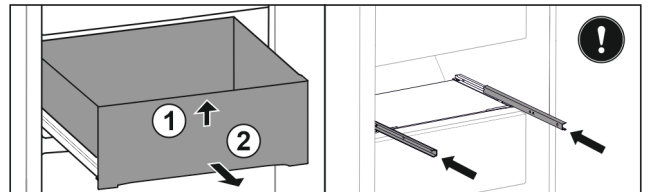

Fig. 53
- ▶ Eleve la parte frontal del cajón. Fig. 53 (1)
- ▶ Extraiga el cajón hacia delante. Fig. 53 (2)